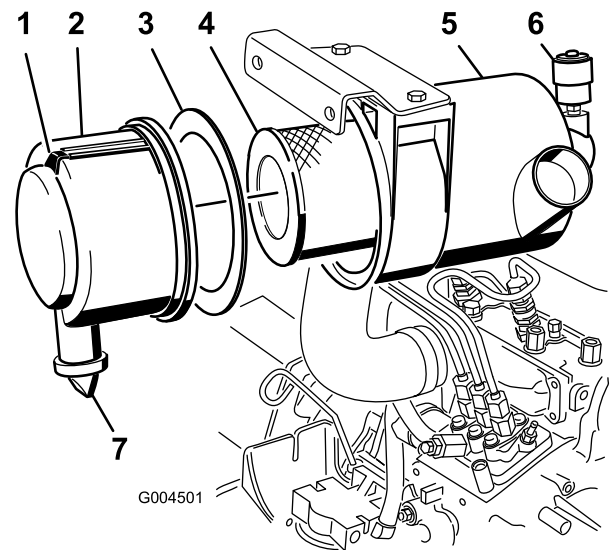

Figure 39
3. Faites l'entretien du filtre à air quand l'indicateur de colmatage est rouge (Figure 39).